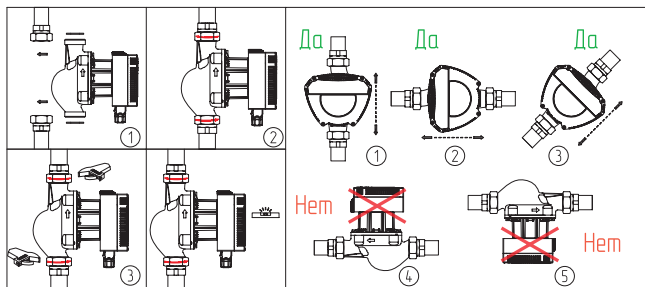

Рис.5 Установка насоса
- При установке насоса на трубопровод следует использовать 2 уплотняющих прокладки на входе и выходе насоса (см. Рис.5).
- В момент установки насоса вал должен находиться в горизонтальном положении (см.Рис.5).